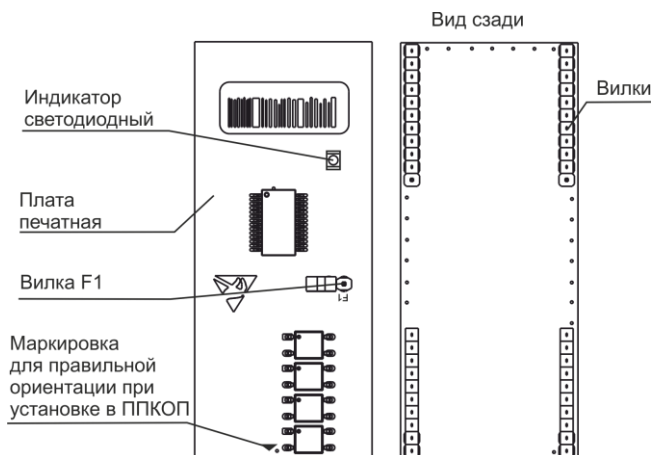

Рисунок 1
Настоящее руководство по эксплуатации предназначено для изучения принципа работы, условий эксплуатации и технического обслуживания модуля реле «Астра-МР» (далее модуль) (рисунок 1).
4.1 Конструктивно модуль состоит из печатной платы с радиоэлементами (рисунок 1).